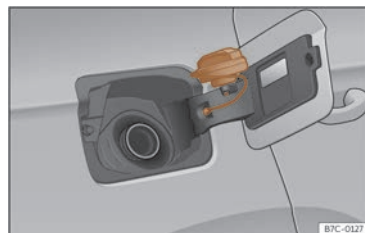

Fig. 180 Clapeta rezervorului de combustibil cu bușonul atașat.
- Așezați bușonul în spațiul din balamaua clapetei deschise >>> **fig. 180.**